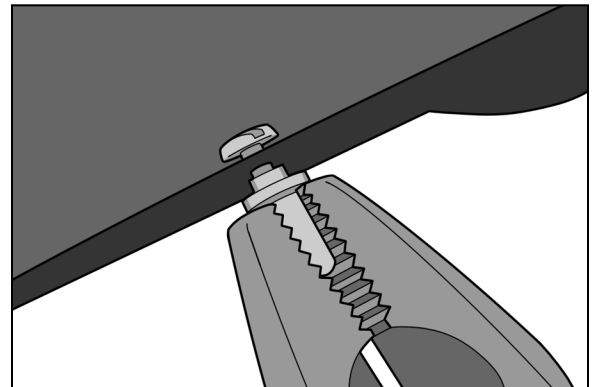

Fig. 6
2. Fatta tag i Bos 2.1 Pin på de plana sidorna med hjälp av plattången. (Fig. 6).